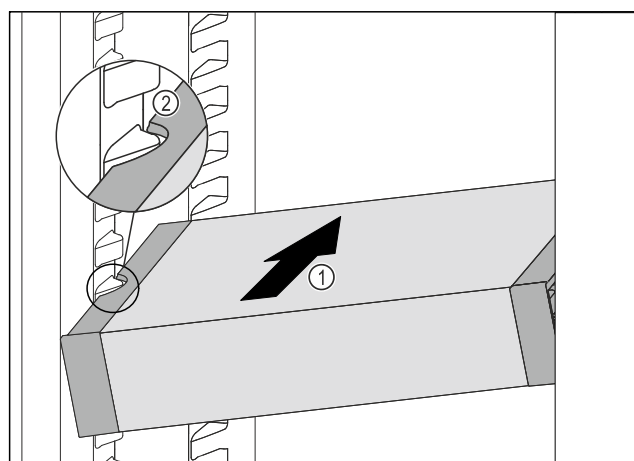

Fig. 71
- ▶ Împingeți VarioSafe oblic în frigider Fig. 71 (1), până când degajările laterale Fig. 71 (2) ale VarioSafese află la înălțimea nervurii recipientului din frigider.